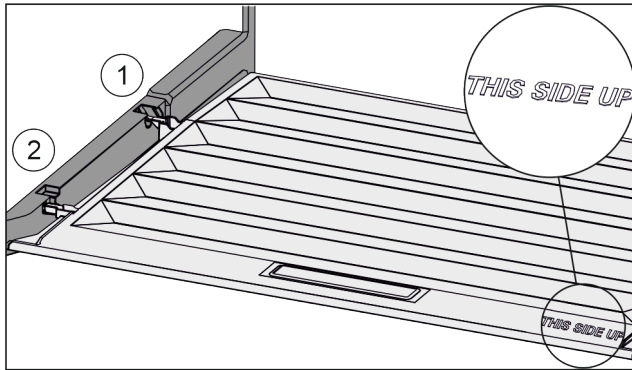

Fig. 25
- ▶ Dekselranden via de opening van de achterste houder Fig. 25 (1) aanbrengen en van voren in de houder Fig. 25 (2) klikken.